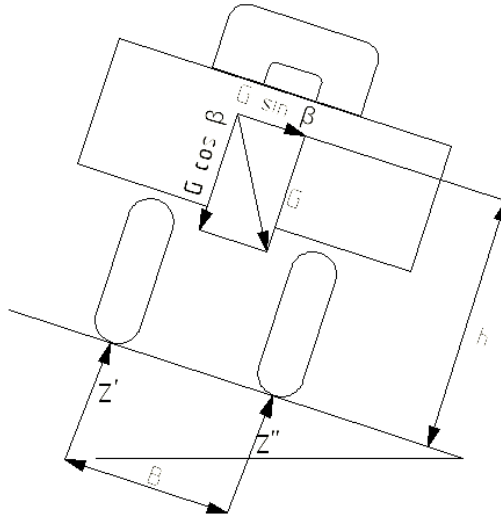

Рис. 1
33. Определить возможность поперечного (бокового) опрокидывания автомобиля при движении по дороге, характеризуемой коэффициентом сцепления $\varphi=0,4$ (рис.1). При решении задачи принять ширину колеи $B=1,7$ м, высоту центра тяжести $h=1,4$ м.